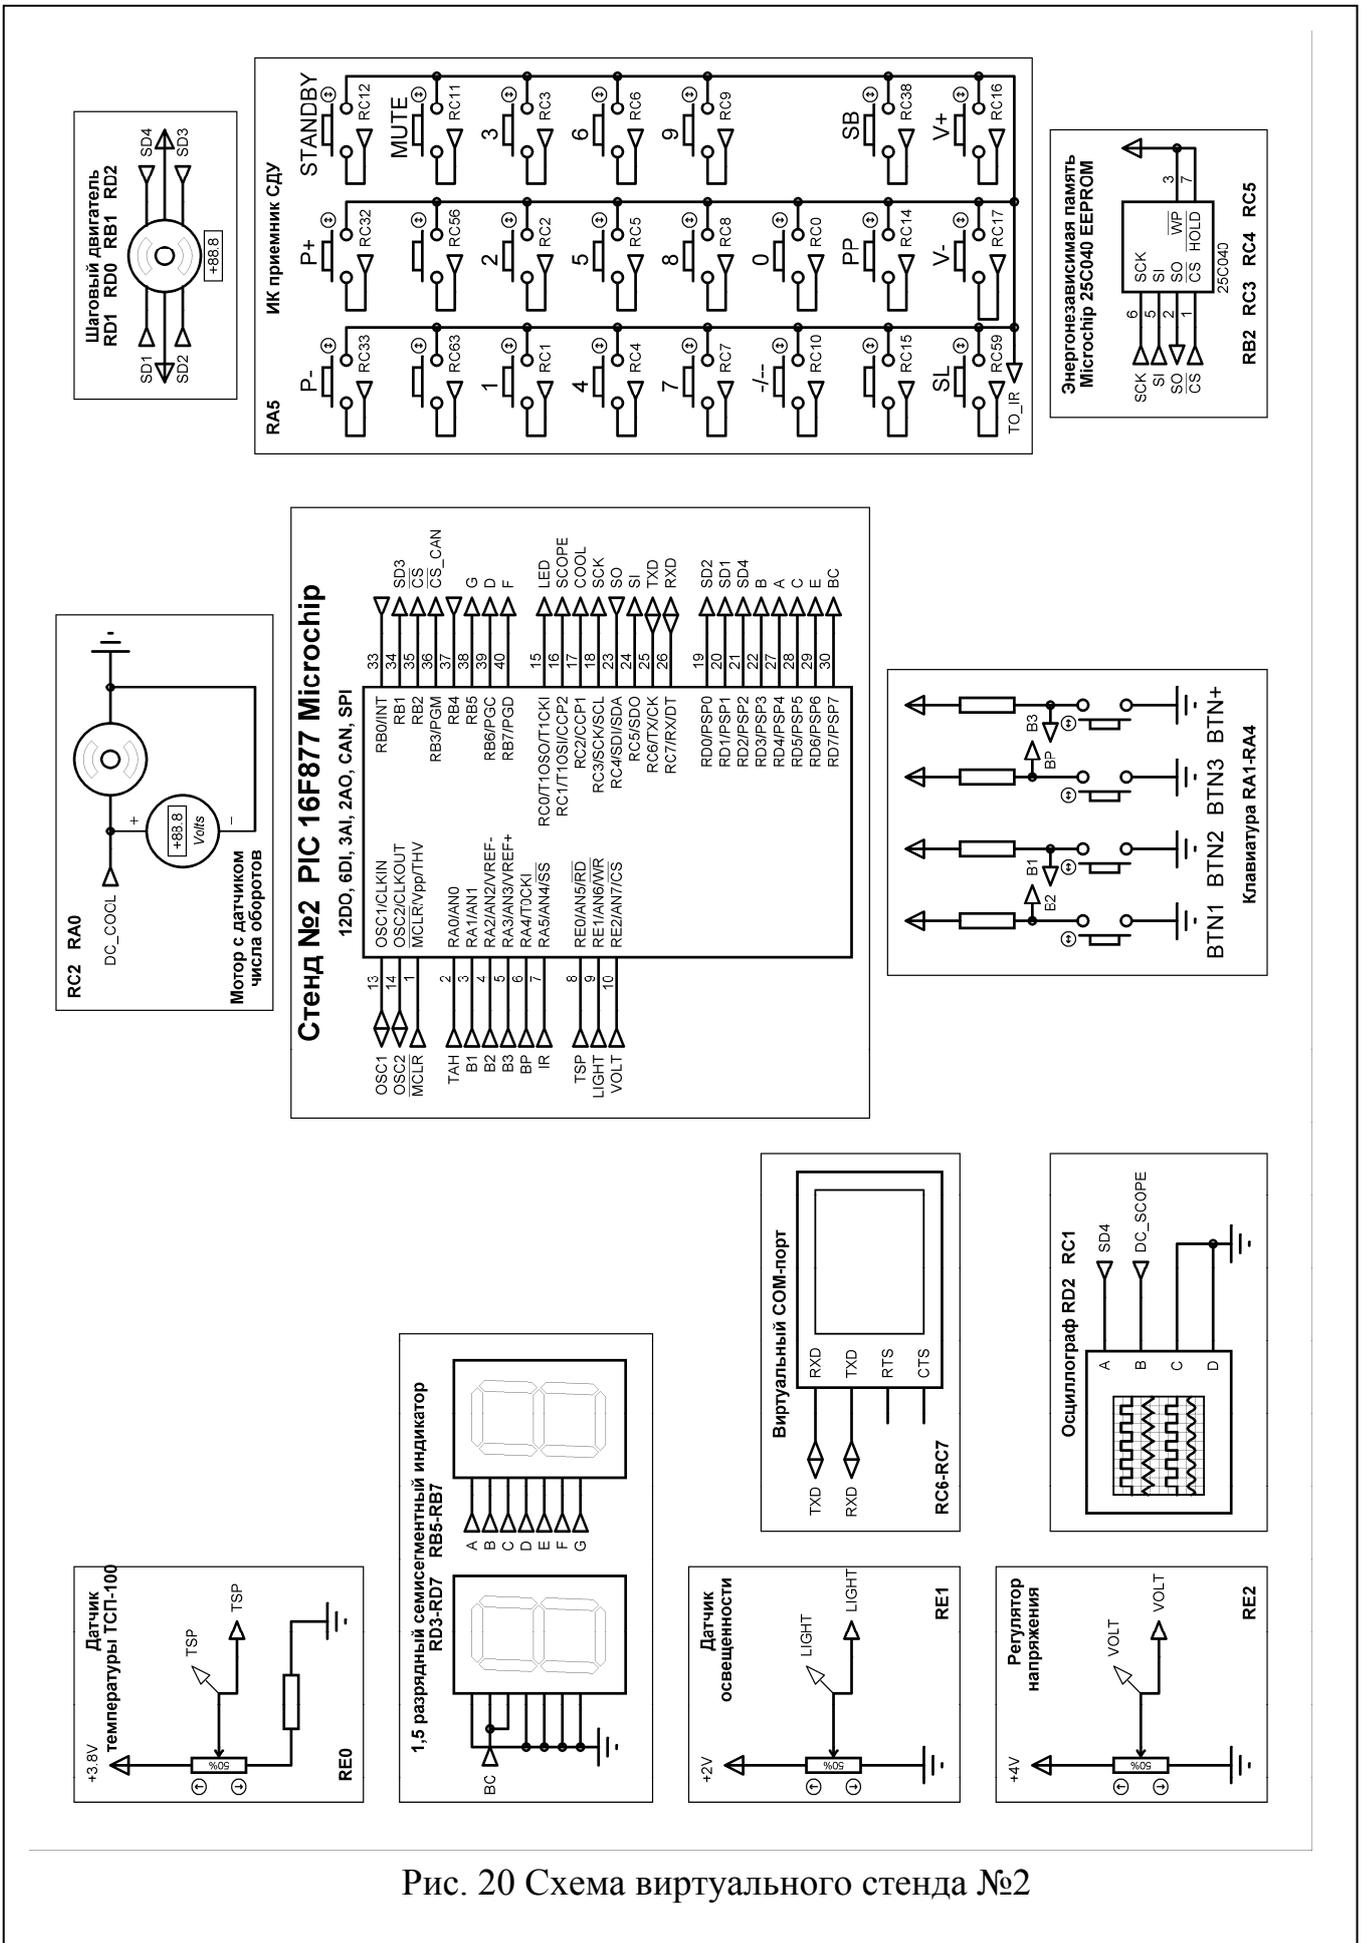

Рис. 20 Схема виртуального стенда №2
**Схема стенда № 2** (нумерация совпадает с реальными стендами, **уровни сигналов представлены в Таблице № 2** в п. 4.2 МУЛР) приведена на рис. 20 и включает в себя:
- **мотор с датчиком числа его оборотов**. Модель построена с использованием встроенного двигателя постоянного тока, к которому специальным образом добавлены (НЕ показанные на рис. 20) интегратор и датчик числа оборотов. Интегратор преобразует ШИМ сигнал с контакта RC2 микроконтроллера в постоянное напряжение, управляющее двигателем в соответствии с Табл. № 2 п. 4.2 МУЛР. Рядом с двигателем расположен индикатор уровня постоянного напряжения, поступающего на двигатель с модуля ШИМ контроллера (точнее с выхода интегратора). Модель датчика числа оборотов по сигналам управления пол-